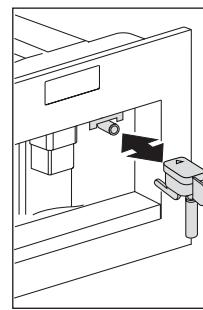

Fig. 13
- Per riavviare la macchina è necessario inserire l'erogatore acqua qualora non sia inserito (Fig. 13) premere l'Icona  (B9) e il display visualizza "ACQUA CALDA PREMERE OK". Premere l'Icona  (B9) entro alcuni secondi, far defluire l'acqua dall'erogatore per circa 30 secondi. Completata l'erogazione, l'apparecchio torna automaticamente a visualizzare le modalità di base impostate.